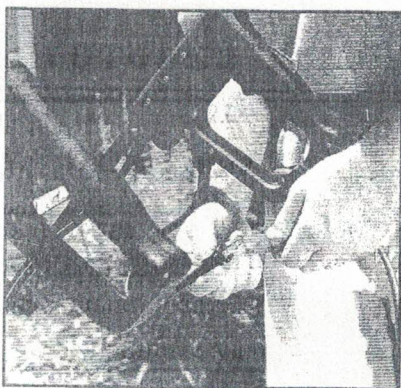

Рис. 1
2. Подсоедините удлинитель к шнуру питания на культиваторе. (рис. 1)